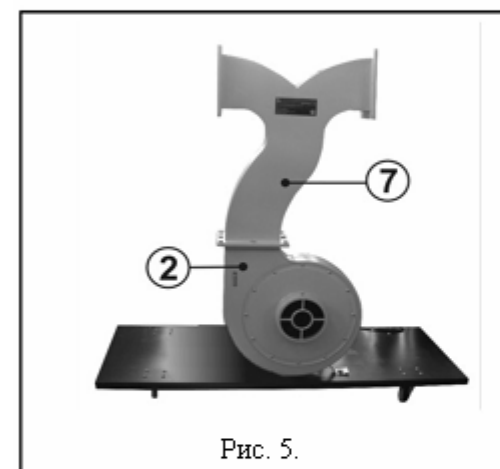

Рис. 5.
- 8.3. Закрепите болтами отвод (7) на выходе корпуса вентилятора (2), установив между ними прокладку, Рис.5.
- 8.6. Закрепите болтами отвод (7) на выходе корпуса вентилятора (2), установив между ними прокладку, Рис.5.